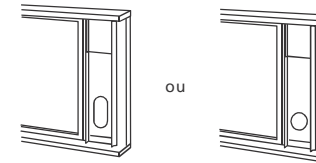

Fig 14
3. Couper le joint en mousse à la bonne longueur et l'attacher sur le haut de la fenêtre. Fig.14